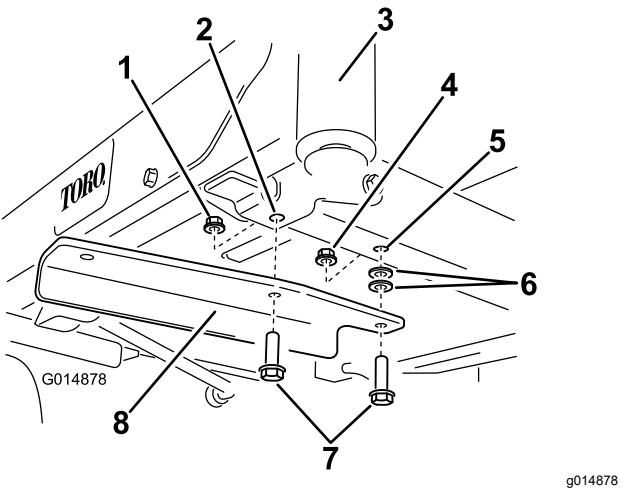

Figure 5
4. Fixez le support gauche sur la face inférieure du cadre à l'aide de 2 boulons ($\frac{3}{8}$ " x 1 $\frac{1}{4}$ "), 2 rondelles et 2 contre-écrous ($\frac{3}{8}$ ") (Figure 5).